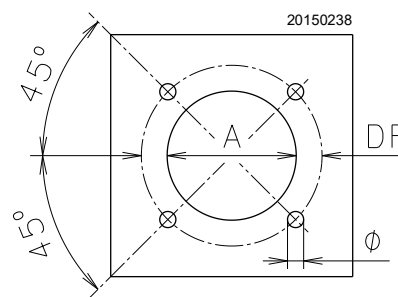

Рис. 13
Просвердліть пластину камери згорання, як показано на Рис. 13. Положення нарізних отворів можна визначити за допомогою теплоізоляційного екрану, що постачається разом з пальником.
- Установіть пальник у попередньо підготовлений отвір котла (Рис. 13) і зафіксуйте його гвинтами з комплекту постачання.